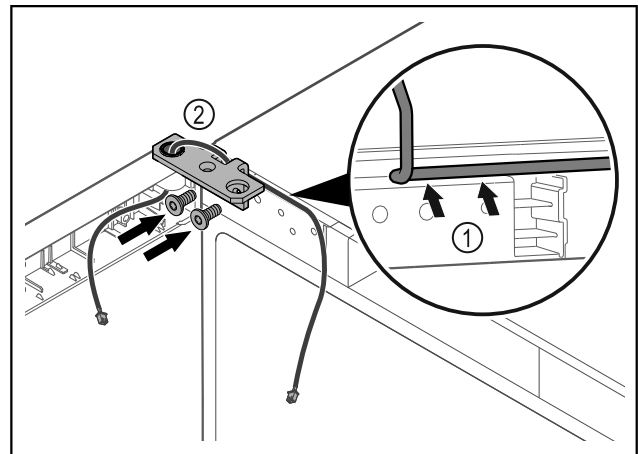

Fig. 35
- ▶ Περάστε το καλώδιο μέσα από το άνοιγμα της γωνίας μεντεσέ και τοποθετήστε το προσεκτικά Fig. 35 (1).
- ▶ Βιδώστε τη γωνία μεντεσέ Fig. 35 (2).